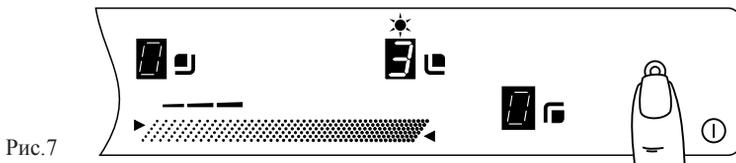

Рис. 7
3. Коснуться зоны «8» (рис. 7). К нагреву основной подключится дополнительная зона конфорки и будет светиться точка индикации дополнительной зоны «9».